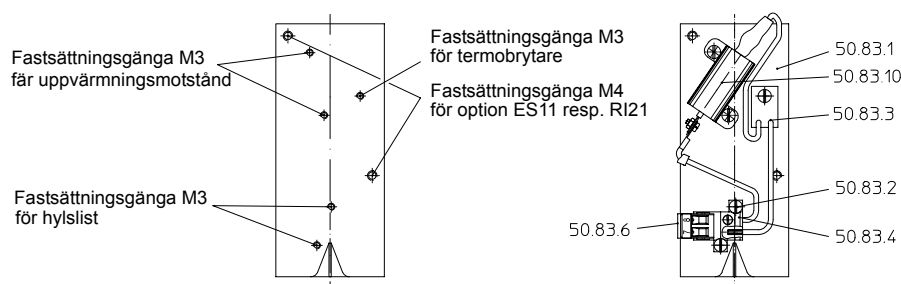

Fig 16: Montering av uppvärmningsmotstånd ARI-PREMIO 2,2-15 kN
- Sätt fast den komplett monterade uppvärmningsenheten (på vinkelhållare) med hjälp av de medlevererade skruvarna på den avsedda platsen på växeltäckplattan (fig 16).